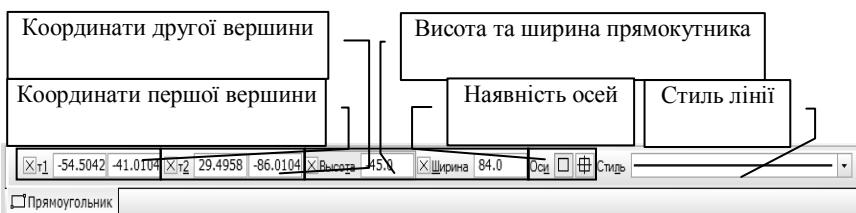

Рис. 3.4. Панель властивостей прямокутника
**Прямоугольник.** Створюється викликом команди **Прямоугольник.** Викреслюється прямоугольник із заданою нижньою лівою та верхньою правою точками. Для побудови вказуємо початкову точку, яка відповідає верхньому лівому куту прямоугольника та другу точку, яка віддаляється від першої і буде відповідати нижньому правому куту. Основними властивостями даної команди (рис. 3.4) є: висота, ширина прямоугольника та наявність осей. За замовчуванням прямоугольник будеться без осей.